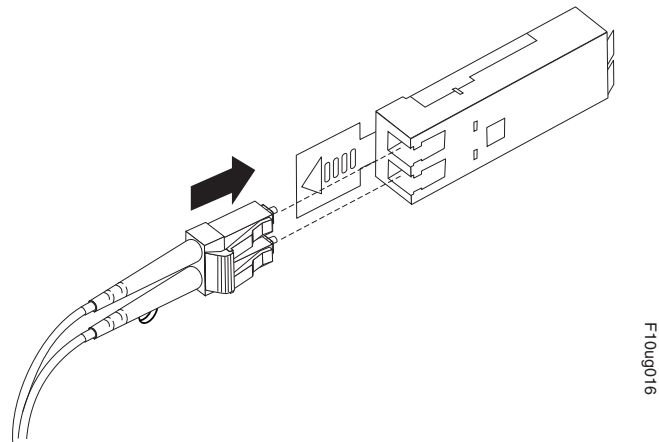

図 28. LC-LC ファイバー・チャネル・ケーブルの SFP または SFP+ モジュールへの挿入
4. 保護キャップを外した LC-LC ケーブルの端を、DS5100 または DS5300 に取り付けられた SFP または SFP+ モジュールに慎重に挿入します。ケーブル・コネクタには、SFP または SFP+ モジュールに正しく挿入されるようにキー溝が付いています。図 28 に示すように、コネクタを持ったまま、所定の位置でクリック音がするまでケーブルを押し込みます。